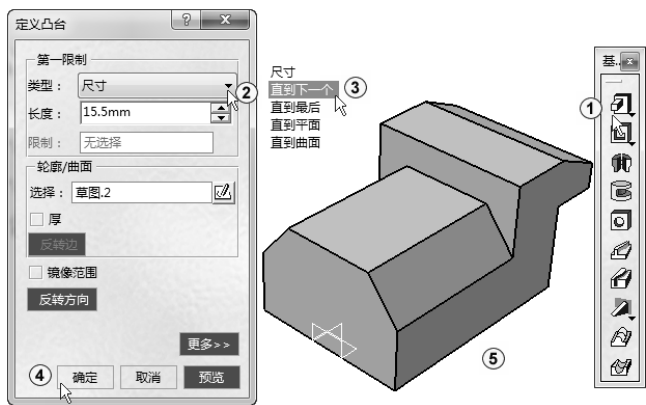

图 3-13 拉伸
6) 单击“凸台”按钮，系统弹出“定义凸台”对话框，单击“类型”下拉列表框，在弹出的下拉列表中选择“直到下一个”，在“轮廓/曲面”选项组中的“选择”选择框中系统自动选择了“草图.2”作为拉伸面，采用默认设置，单击“确定”按钮完成凸台操作，如图 3-13 中①~④所示。结果如图 3-13 中⑤所示。